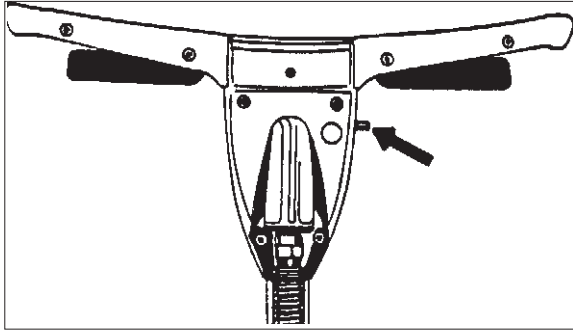
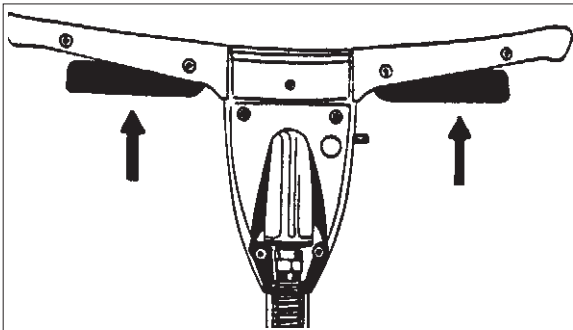

Figure 10
Figure 10A
The switch to start and stop the machine is activated by the interlock switch (Fig. 10) and the levers (Fig 10A) under the handle grips.
3. Push the interlock switch (Fig. 10), and apply pressure to the levers (Fig. 10A).
El interruptor de arranque/parada se opera empujando el botón de cierre de seguridad (Véase Fig. 10) y usando las palancas (Véase Fig. 10A) situadas debajo del mango de mando.
3. Empuje el botón de cierre (Véase Fig. 10) y presione con las manos sobre las palancas (Véase Fig. 10).
L'interrupteur de marche/arrêt est activé par pression sur le bouton de verrouillage de sécurité (Voir fig. 10) et par les leviers (Voir fig. 10A) situés sous la poignée de commande .
3. Pousser sur le bouton de verrouillage (Voir fig. 10) et appliquer une pression des mains sur les leviers (Voir fig. 10A).